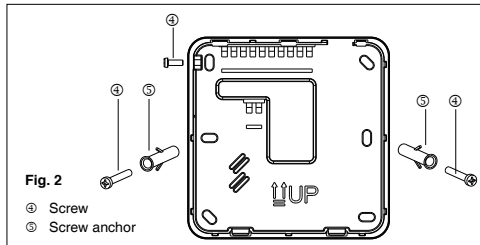
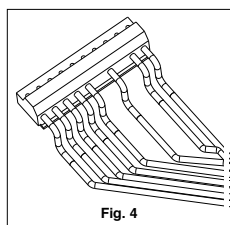

Fig. 2
Fig. 4
- Verwijder de borgschroef op de bovenste linkerzijde om de eenheid van de bedieningseenheid te scheiden (Fig. 2). Maak de eenheid op de muur vast en markeer de boorgaten.
- Maak de verbindingen naar de controleconnectors (Fig. 4).
- Bevestig de regelaar op de muur met de pluggen ⑤.
- Doe de afdekking weer op de regelaar en maak vast met de eerder verwijderde schroef (Fig. 2).